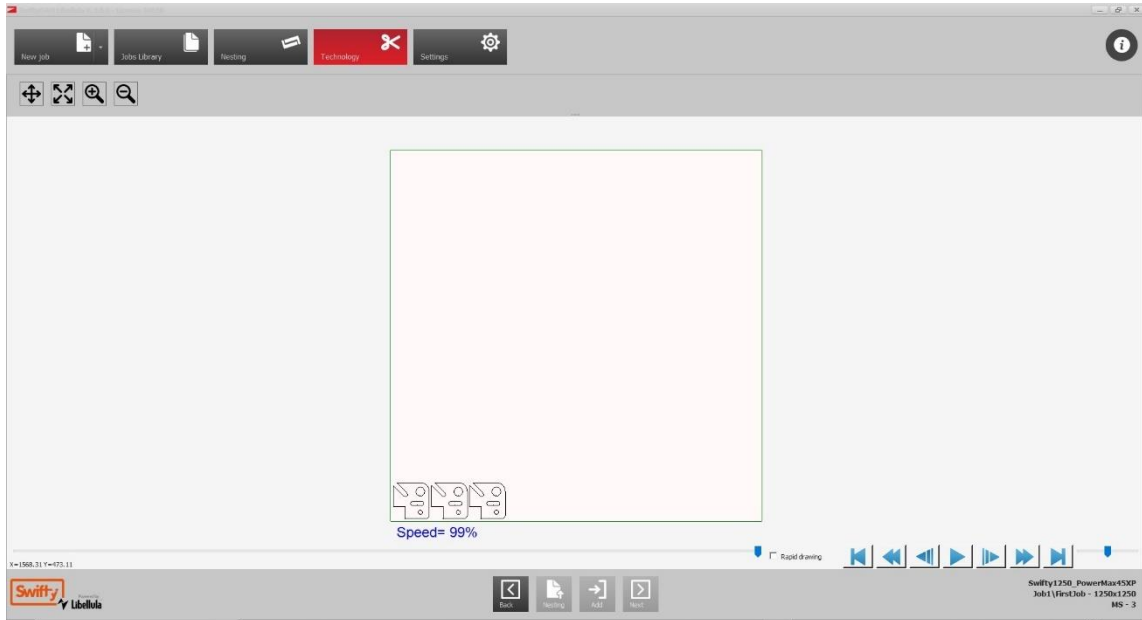

Fig 59 Écran de simulation de découpe
3.1 Une simulation de la découpe peut être prévisualisée en cliquant sur le bouton "Suivant" sur l'écran Aperçu G-code (Fig 59). Utilisez les commandes dans le coin inférieur droit pour simuler la découpe.